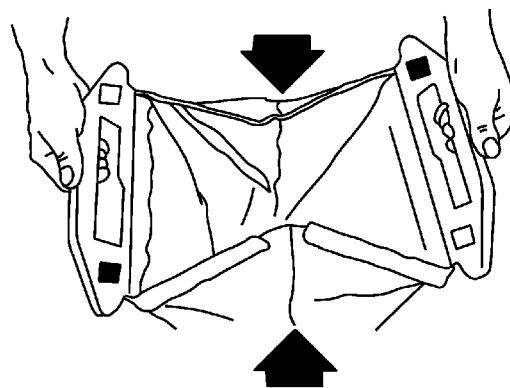

Figure 42
9. Fermer l'arrière du sac en repliant les côtés vers l'intérieur et enclipser les deux moitiés de poignées de sac arrière l'une dans l'autre (Fig. 42).